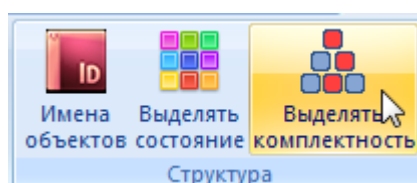

Рис. 13-30 – Панель «Структура»
- 1) Открыть рабочее окно «Экземпляры» и нажать кнопку «Выделять комплектность» панели «Структура» (рис. 13-30).